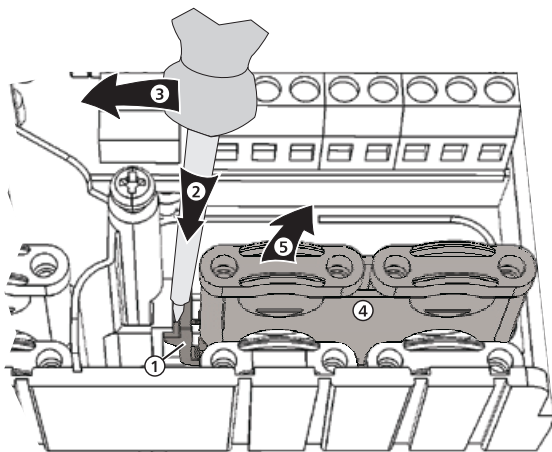

Fig. 5: Quitar el puente de plástico derecho
1. Colocar el destornillador para tornillos ranurados en el puente de plástico derecho entre la caja y la grapa elástica ① ② (Fig. 5).
2. Presionar el destornillador con cuidado hacia la izquierda ③. Al hacerlo, apalancar la grapa elástica ① hacia la derecha hasta que el puente de plástico ④ esté libre.
3. Extraer hacia arriba el puente de plástico con la mano libre ⑤.